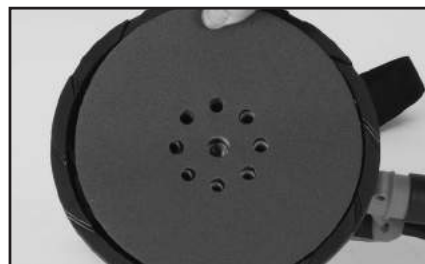

Fig. 4
- Prestare attenzione a che i nove (9) fori sul disco abrasivo si allineino alla perfezione con i nove (9) fori sul platello. **(Fig. 4)**